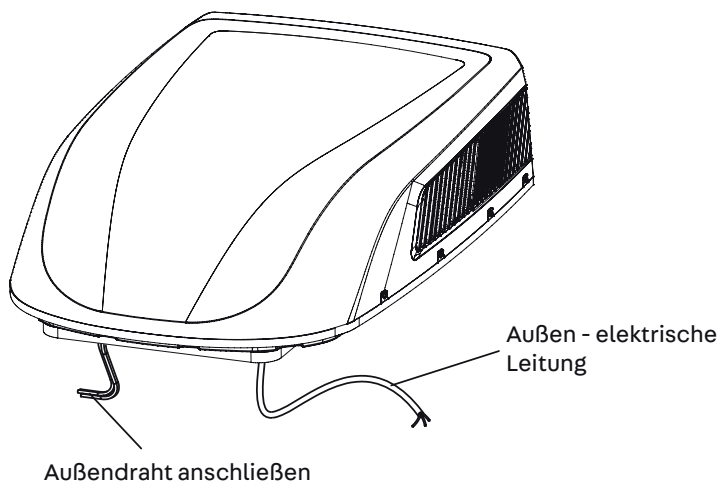

Abbildung 6
1. Wie in Abbildung 6 dargestellt, hat die Außeneinheit zwei ausgehende Drähte, nämlich das Stromkabel (230V) und das Steuersignalkabel. Ersteres sollte direkt an die Stromversorgungsklemme angeschlossen werden, letzteres an den Steuersignaldraht der Inneneinheit.